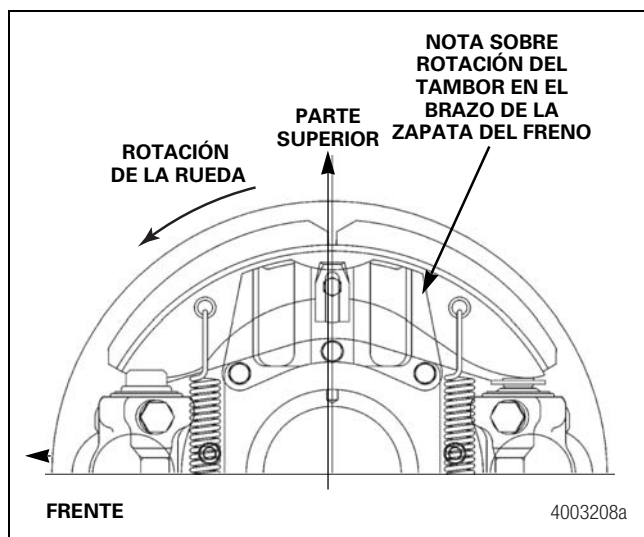

Figura 6.6
- Los ejes de semirremolque fabricados con frenos de cuñas deben instalarse de manera que los neumáticos giren en la dirección indicada en los brazos de apoyo de la zapata de freno. Figura 6.6.